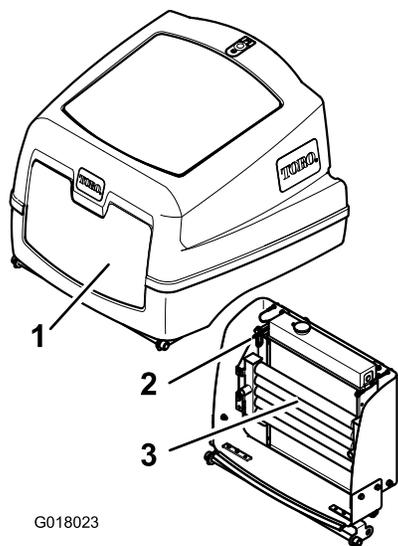

Bild 57
4. Lösen Sie den Riegel und öffnen Sie die Motorhaube (Bild 57).